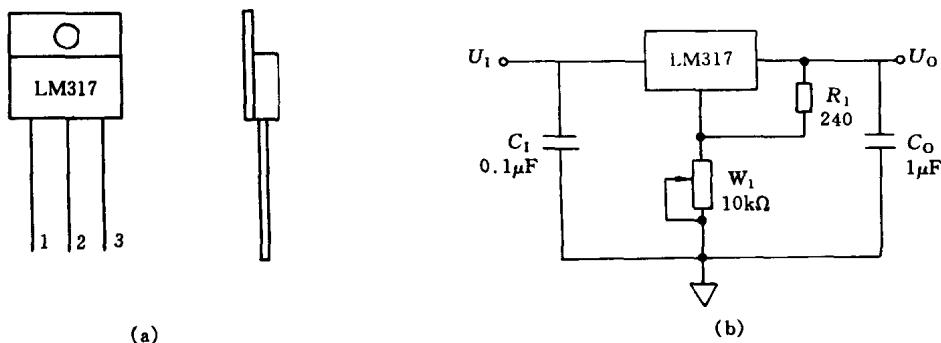

图 1-12 三端可调式稳压器外型及外接电路
(3) 三端可调式集成稳压器 三端可调稳压器也有两种类型。一种是可调正电压稳压器，另一种是可调负电压稳压器。其输出电压均可在 1.2~37V 范围内连续调整。还能提供 0.5~1.5A 的输出电流。通过外接电阻和电位器就可以调整到所要求的输出电压。三端可调式稳压器芯片内部设有过电流保护、芯片过热保护及安全工作区保护，以防止损坏稳压器。图 1-12 为三端可调式集成稳压器外形及外接电路。